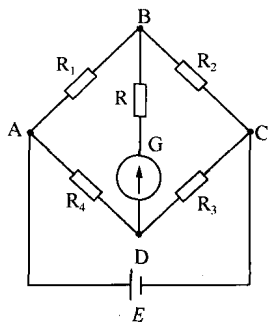

图 1-4 结点
(2) 电路中三条或三条以上支路的交汇点叫做结点。如图 1-4 中的 A、B、C、D 四个点就是结点。